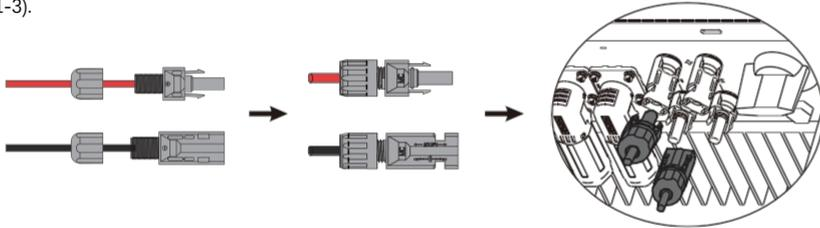

Abbildung 4.1-3 Der PV-Stecker ist mit dem Wechselrichter verbunden
**Schritt 3.** Schrauben Sie die Kappe auf und stecken Sie sie auf die Seite des Wechselrichters, wobei ein Klickgeräusch zu hören ist, wenn die Stecker richtig in die PV-Stecker eingesteckt sind (siehe Abbildung 4.1-3).